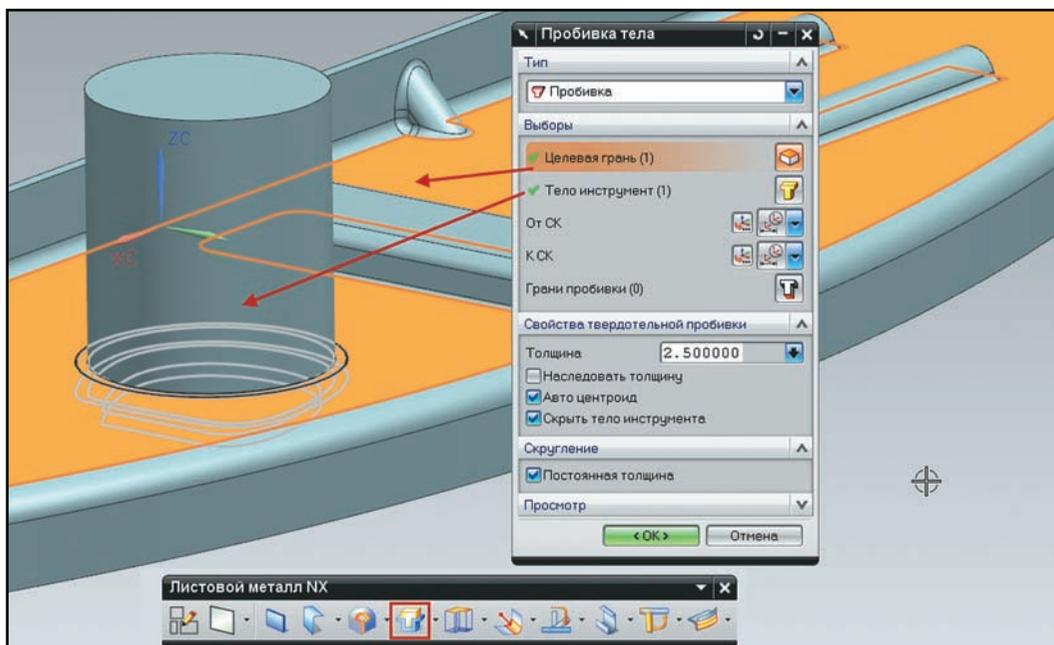

Рисунок 5.27. Штамп произвольной формы
- Так как тело-инструмент и исходная модель пересекают друг друга, то нет необходимости задавать их взаимное положение с помощью кнопок **От СК (From CSYS)** и **К СК (To CSYS)**. Поэтому нажмите **ОК** для завершения построения (рис. 5.27).